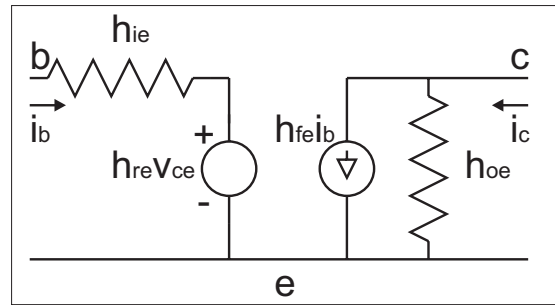

Figura 20:
**FUNDAMENTO.** En la figura 20 se muestra el modelo de parámetros h (pequeña señal) de un transistor bipolar en emisor común. En él se ve como la corriente de colector se relaciona con la corriente de base y la tensión colector emisor: